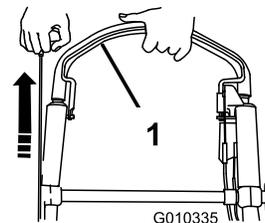

Figure 22
3. Maintenez la barre de commande de la lame contre le guidon et tirez sur la poignée du lanceur (Figure 22).